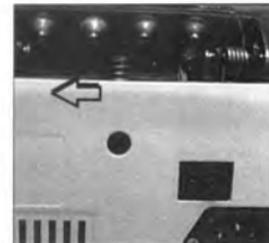

Рис. 5
- Поверните его влево, чтобы затянуть (см. Рисунок 5)